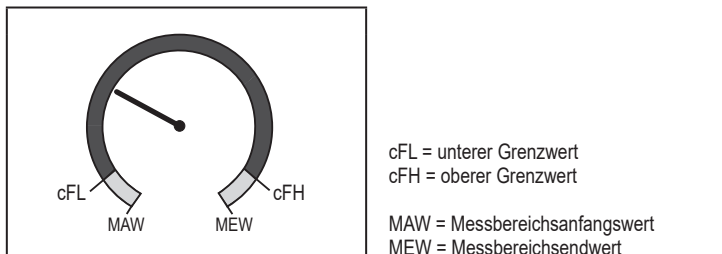

Abb. 2: Farbeinstellung Fensterfunktion
- Farbwechsel von rot nach grün oder umgekehrt (Abb. 2):